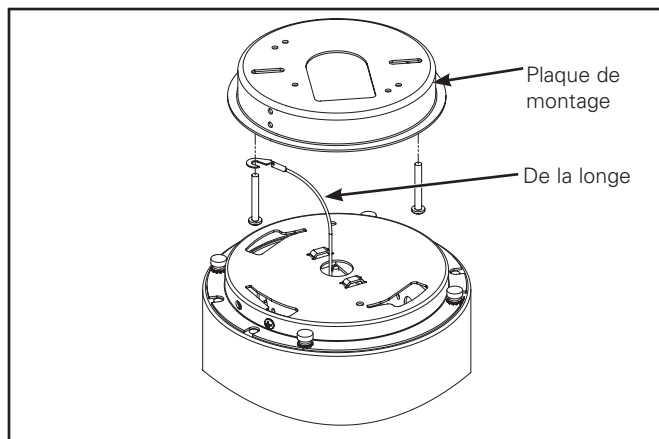

Figure 3.
4. Fixez l'attache sous une vis de montage de la boîte de jonction (Figure 3).